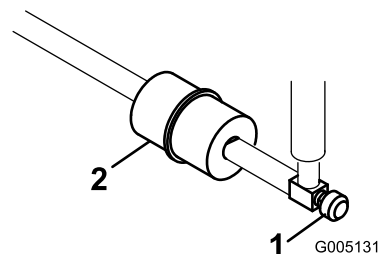

Bild 45
Der Kraftstofffilter befindet sich in der Kraftstoffleitung zwischen dem Tank und dem Vergaser (Bild 45).
1. Schließen Sie den Kraftstoffhahn (Bild 45).
2. Legen Sie eine Ablaufwanne unter den Filter, lockern die Schlauchklemme an der Vergaserseite des Filters und ziehen Sie die Kraftstoffleitung vom Filter ab (Bild 45).
3. Lösen Sie die andere Schlauchklemme und entfernen den Filter (Bild 45).